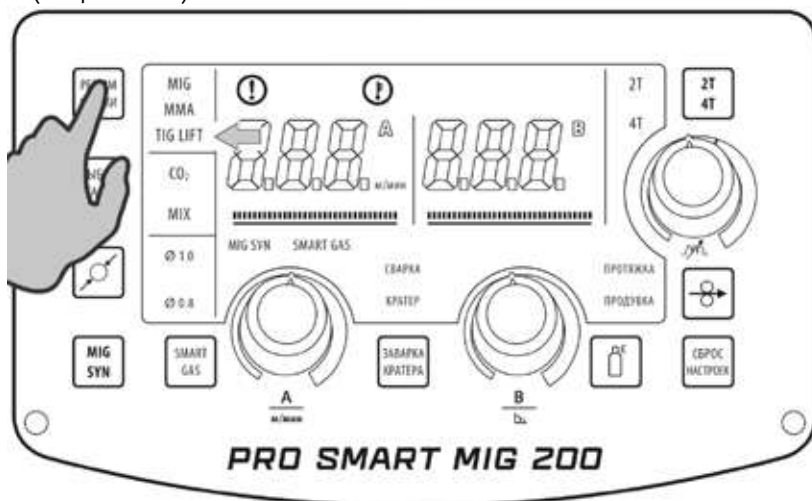

Рис. 8.6.1. Выбор способа сварки.
1. Выберите способ сварки (см. табл. 7.0.1, поз. 2) MIG/MAG на передней панели сварочного аппарата (см. рис. 8.6.1).